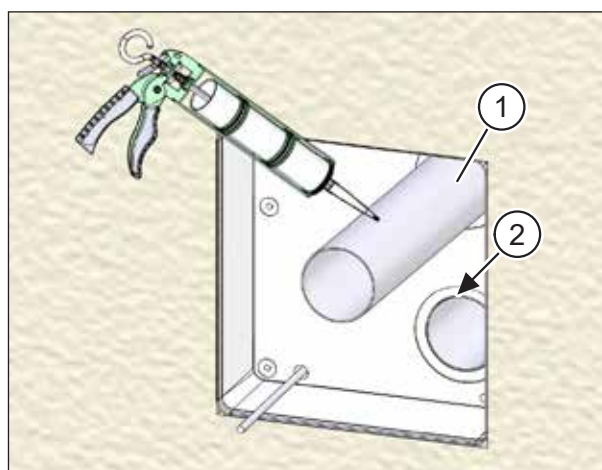

Fig. 29 : Mettre les tuyaux d'aération en place et les fixer
- ▶ Déposez le produit d'étanchéité à élasticité permanente sur la gaine extérieure des tuyaux d'aération (pos. 1 dans Fig. 29).
- ▶ Poussez les deux tuyaux d'aération, en exerçant des mouvements rotatifs, dans les ouvertures du caisson mural, jusqu'à ce qu'ils affleurent avec la face interne du kit de montage (pos. 2 dans Fig. 29).